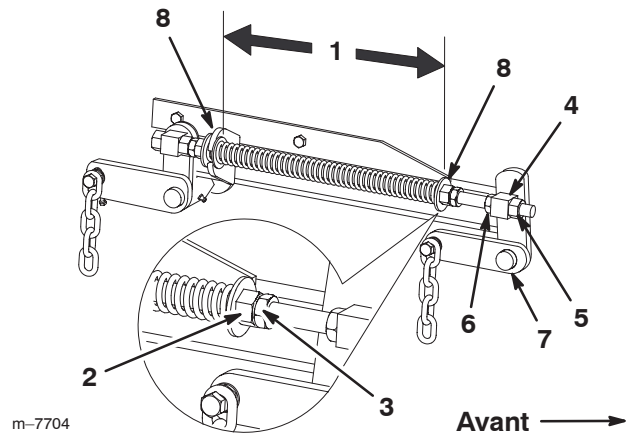

Figure 54
7. Desserrez d'environ 13 mm (1/2 pouce) les écrous de blocage à l'avant des pivots avant gauche et droit (Fig. 54).
8. Réglez les écrous de relevage sur les côtés gauche et droit de la machine de manière à **abaisser l'avant de 6 à 10 mm (1/4 à 3/8 pouce) au point A par rapport au point B** à l'arrière (Fig. 54).
1. Déplacez le levier de relevage du plateau de coupe à la position de transport (Fig. 54).
2. Vérifiez que les 2 grandes rondelles sont espacées de 26,7 cm (10-1/4 pouces) (Fig. 54).
3. Réglez cette distance en desserrant l'écrou de blocage du ressort et en tournant l'écrou devant chaque ressort (Fig. 54).
4. Bloquez l'écrou en position en serrant l'écrou de blocage du ressort (Fig. 54).